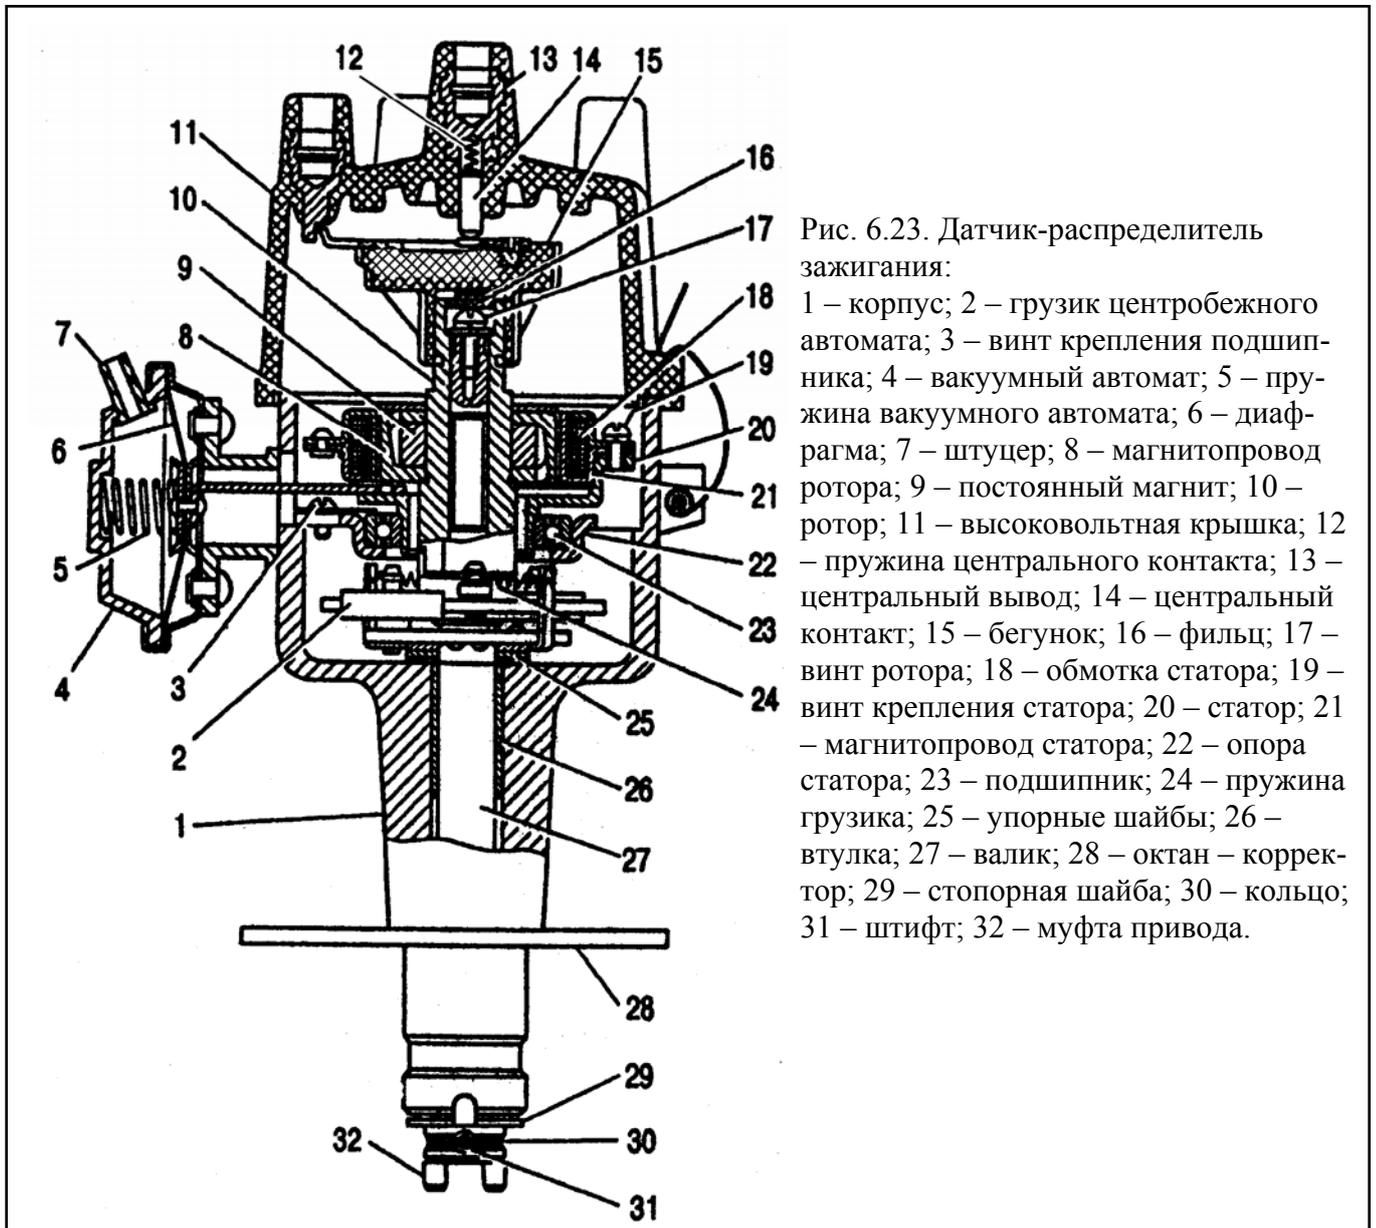

Рис. 6.23. Датчик-распределитель зажигания:
Датчик-распределитель 3312.3706 (рис. 6.23) объединяет в себе два функционально законченных изделия:
- снять крышку 11 и бегунок 15 (см.рис. 6.23);